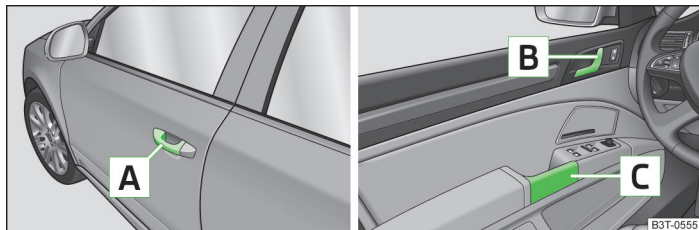

Fig. 18 Poignée de la porte / manette d'ouverture des portes
- Déverrouillez le véhicule et tirez sur la porte que vous souhaitez ouvrir en la prenant par la poignée [A] » fig. 18.